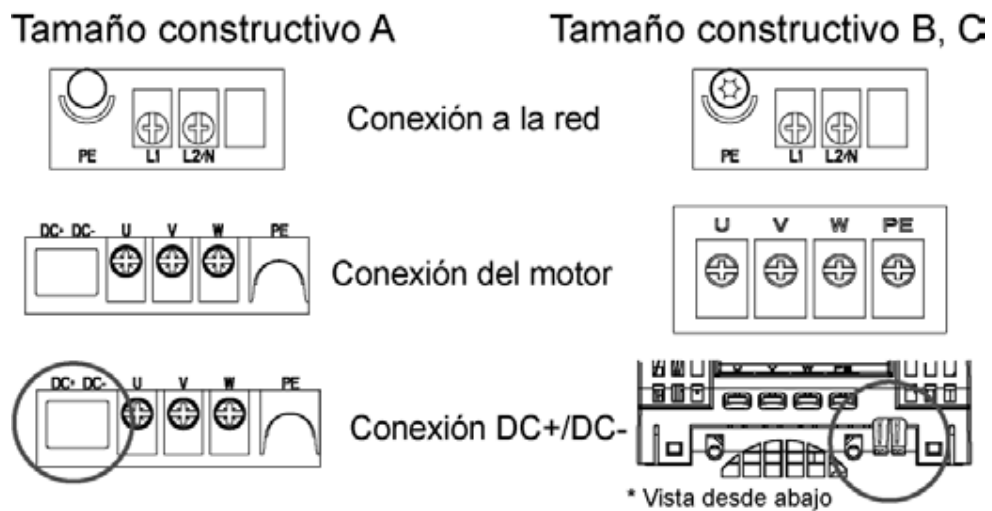

Figura. 4.1: Bornero de red y motor
1. Localizar el bornero de potencia que se encuentra en la parte superior del VFD, como se indica en la figura 4.1:
2. En el VFD ubicar en la parte frontal inferior para así observar los siguientes terminales de conexión al motor: U V W (Ver la figura 4.1)